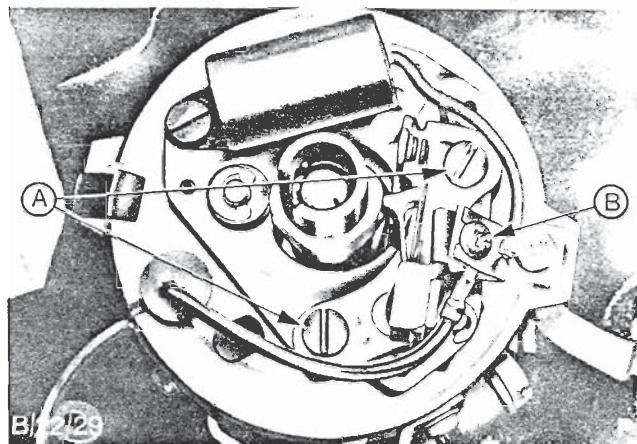

Fig. 42 - Kontaktsæt
4. Afmonter kontaktsættet, Fig. 42.